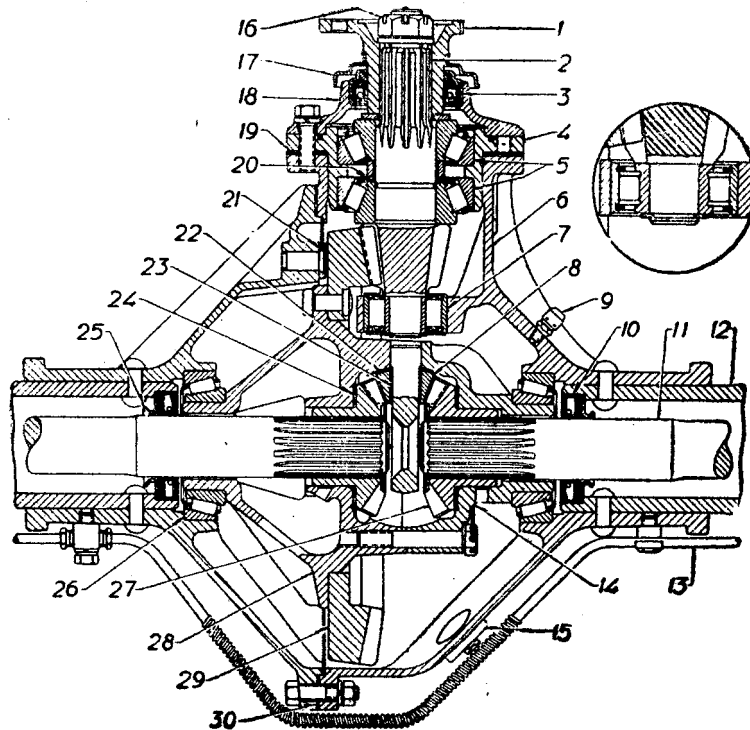

Рис. 24. Задний мост.
Уход за задним мостом заключается, в основном, в смене масла через каждые 6000 км пробега и сезонной смене масла (каждую весну и осень), а также в периодической проверке уровня масла, который должен находиться у кромки наливного отверстия, расположенного в правой половине картера (рис. 24). Кроме того, надо следить за затяжкой всех болтовых соединений моста и за величиной угловой игры (см. ниже) фланца кардана, установленного на ведущей шестерне.
3. Отвернуть шесть болтов крепления муфты 4 (рис. 24).